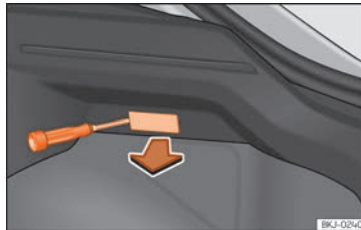

Fig. 113 Luz del maletero.
- Extraiga la tulipa haciendo presión sobre el borde de la parte interior de la misma con ayuda de un destornillador por su parte plana »» fig. 113.